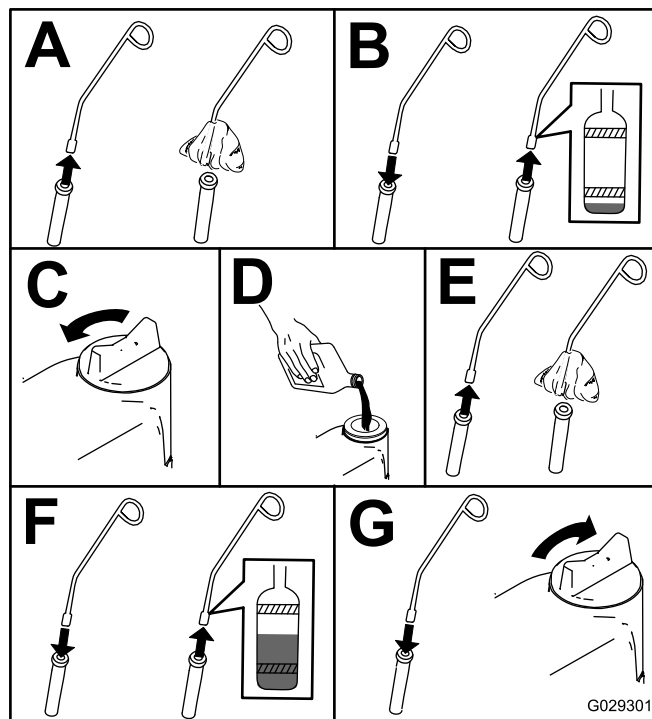

Figura 44
5. Compruebe el nivel de aceite y añada más aceite si es necesario (Figura 44).